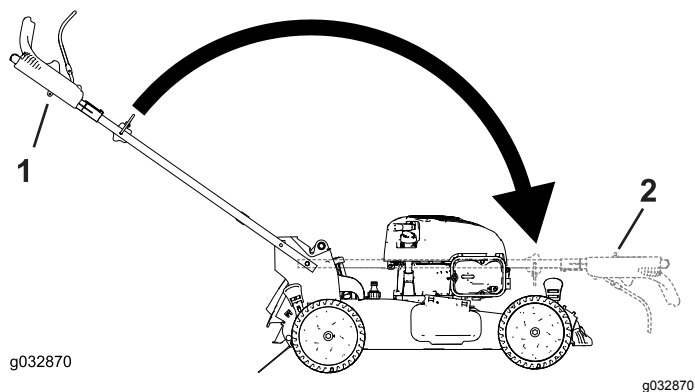

Figura 29
3. Pliegue el manillar hacia adelante (Figura 29).